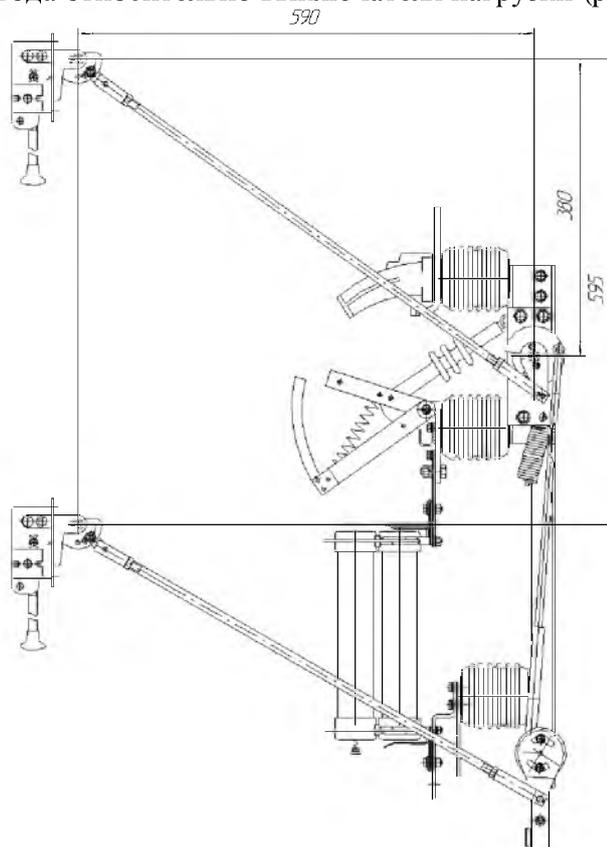

Рисунок 4 – Верхнее расположение приводов относительно валов ВНА
3.9 Выключатель управляется ручным приводом (тип указан в разделе 2, п. 2.16). Примерное расположение привода относительно выключателя нагрузки (рисунок 4 и 4а):
Рисунок 4а – Нижнее расположение привода относительно вала ВНА